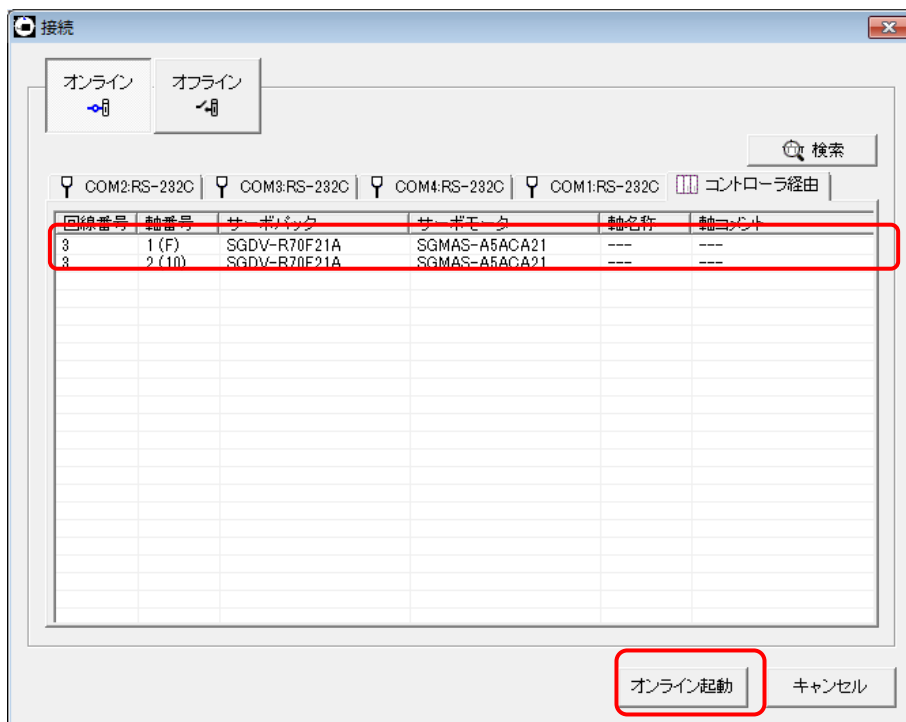

図 5-2-5. 接続サーボパック一覧表示画面
- ⑧ 正常にサーボパックを認識すると図 5-2-5 のように認識したサーボパックの一覧が表示されます。設定したいサーボパックをダブルクリックするか、選択した後、「オンライン起動」をクリックします。